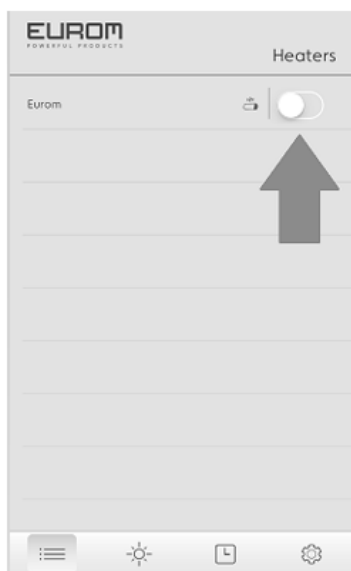

Figure 2
- Avant d'allumer l'appareil, glissez la barre vers la droite (fig. 2)